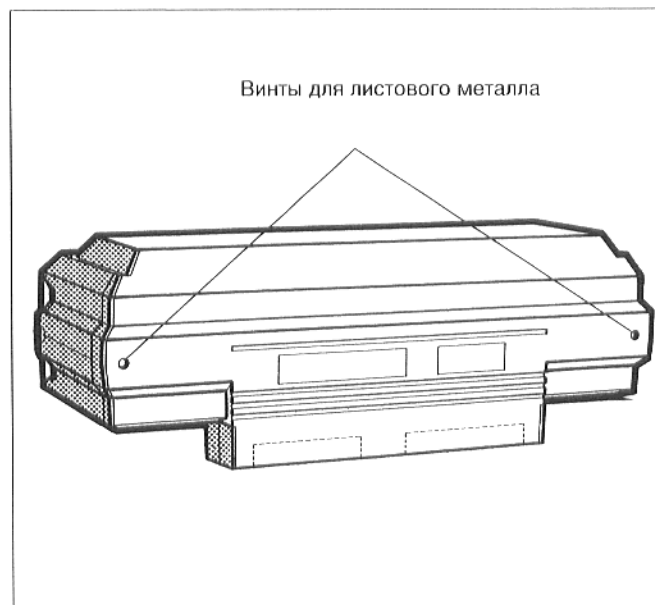

Рис. 51
- Вывинтить два винта защитного колпака зажимов. Снять защитный колпак зажимов в направлении назад, опрокинув его слегка вверх (рис. 51).